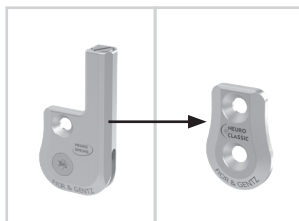

Fig. 25
- 2 Montez la plaque supérieure de l'articulation modulaire **NEURO CLASSIC** dans la largeur modulaire appropriée (Fig. 25).